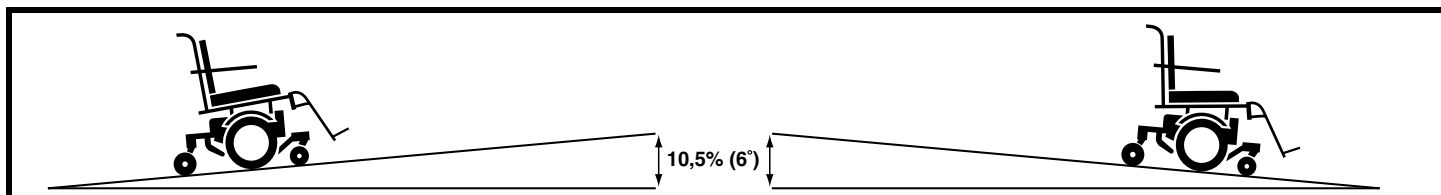

Abb. 1. Maximal zulässiger Steigungswinkel (aufsteigend und absteigend)
**WARNUNG!** Obwohl Ihr Elektrorollstuhl eine größere Steigung als in Abbildung 1 angegeben überwinden kann, dürfen Sie unter keinen Umständen die Steigungsrichtlinien überschreiten oder andere Anweisungen dieses Handbuchs vernachlässigen. Dies kann zur Instabilität Ihres Elektrorollstuhls führen.
Aus diesem Grund empfiehlt Quantum Rehab, dass die maximale Steigung, die Sie mit Ihrem Elektrorollstuhl hinauf- oder hinunterfahren, 10,5% (6°) nicht übersteigen sollte. Siehe Abbildung 1.